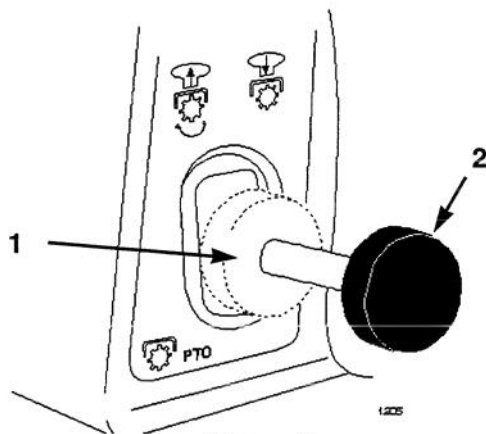

Figure 6
2. Tirer sur la prise de force (PTO) pour la mettre sur "ON" (EMBRAYÉE) (Fig. 6).
2. Pousser la prise de force (PTO) pour la mettre sur "OFF" (DEBRAYÉE) (Fig. 6).